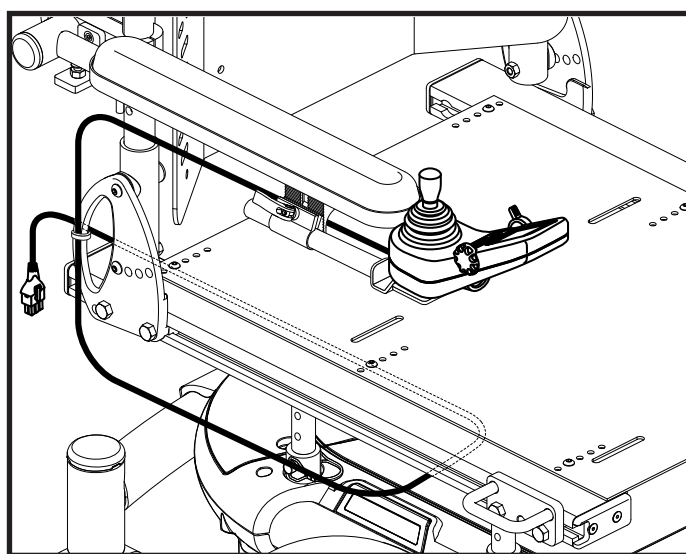

Figure 33. Emplacement du câble du module de contrôle
6. Faites passer le câble du contrôleur vers l'arrière de la base motorisée et branchez-le. **Voir la figure 33.**